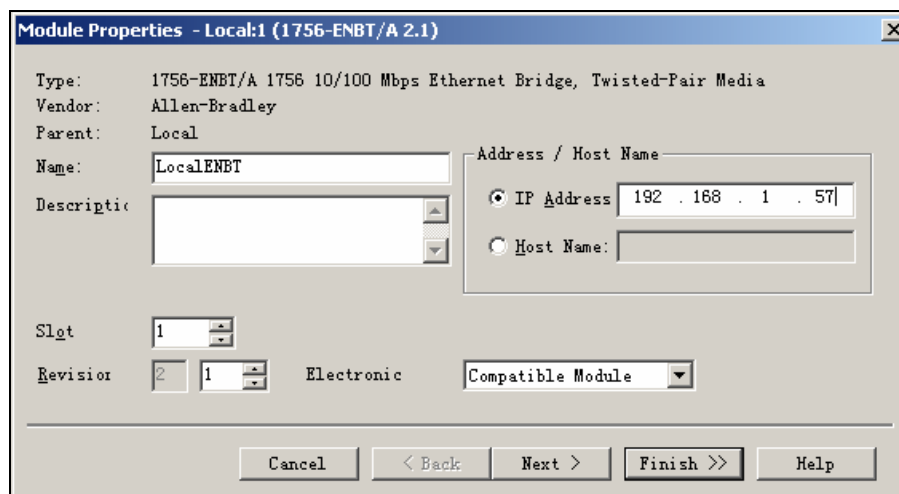

图 3-22 设置模块属性
14. 1756-ENBT 模块位于 1 号槽，IP 地址为 192.168.1.57，按照图 3-22 示内容填写，单击 Finish（完成）。